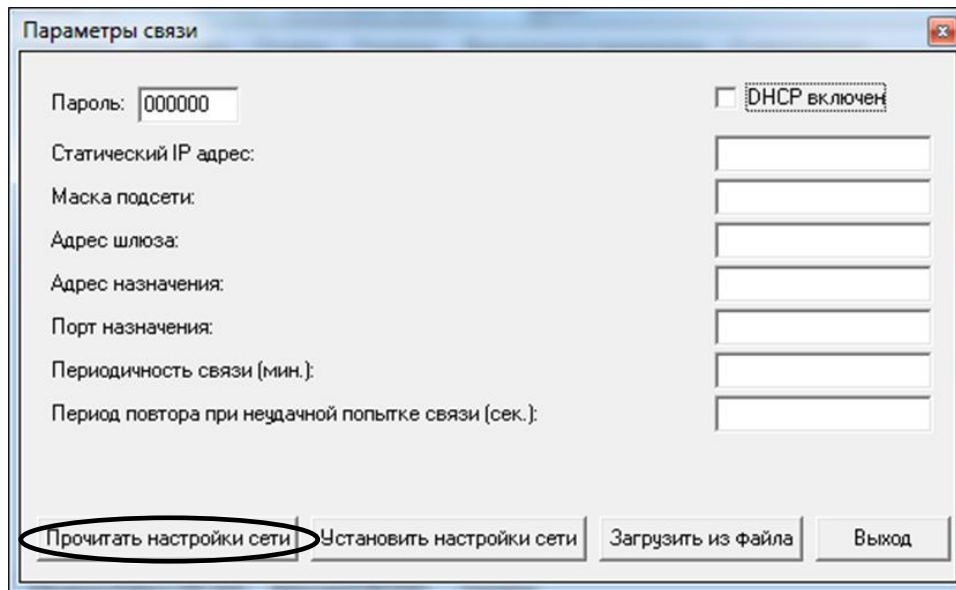

Рисунок 30
6.1.5 У вікні «Параметры связи» натиснути на кнопку «Прочитать настройки сети» (рисунок 30).